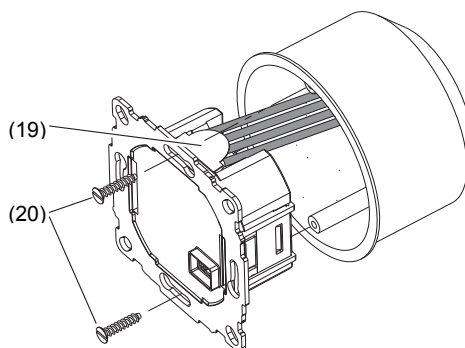

Bild 7: Montage
- Einsatz (7) in der Gerätedose ausrichten und mit Befestigungsschrauben (20) fixieren. Einsatz so montieren, dass die Kunststoffzunge (19) als Isolation zur Befestigungsschraube wirkt. (Bild 7)
- Designrahmen (5) aufsetzen und durch Aufstecken des Bedienteils (3) fixieren.